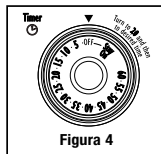

Figura 4
4. **Perilla de control de tiempo con campanilla indicadora** - Fija el tiempo de cocción hasta un máximo de 60 minutos. Apaga automáticamente el horno al finalizar el tiempo de cocción. (Ver la Figura 4)